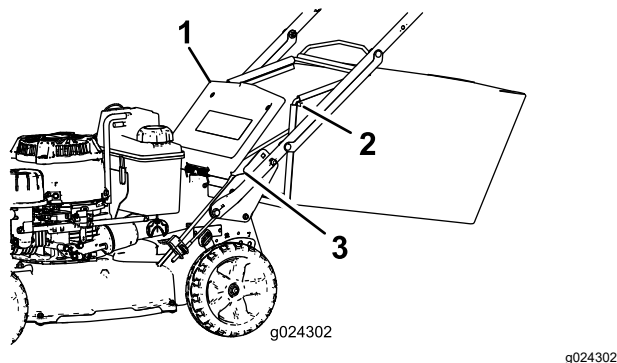

Figure 21
2. Soulevez le volet arrière et gardez-le dans cette position (Figure 21).
4. Placez les extrémités de la tige du bac dans les crans à la base du guidon et basculez le bac d'avant en arrière pour vous assurer que les extrémités de la tige sont bien engagées au fond des deux crans (Figure 21).
3. Enlevez la tige du bac à herbe des crans à la base du guidon (Figure 21).